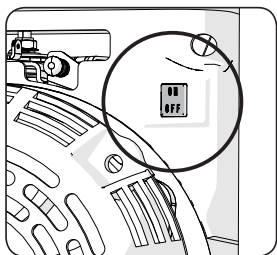

Fig 13
- Ruotare l'interruttore di accensione del motore in posizione 'ON'. (Fig. 13)